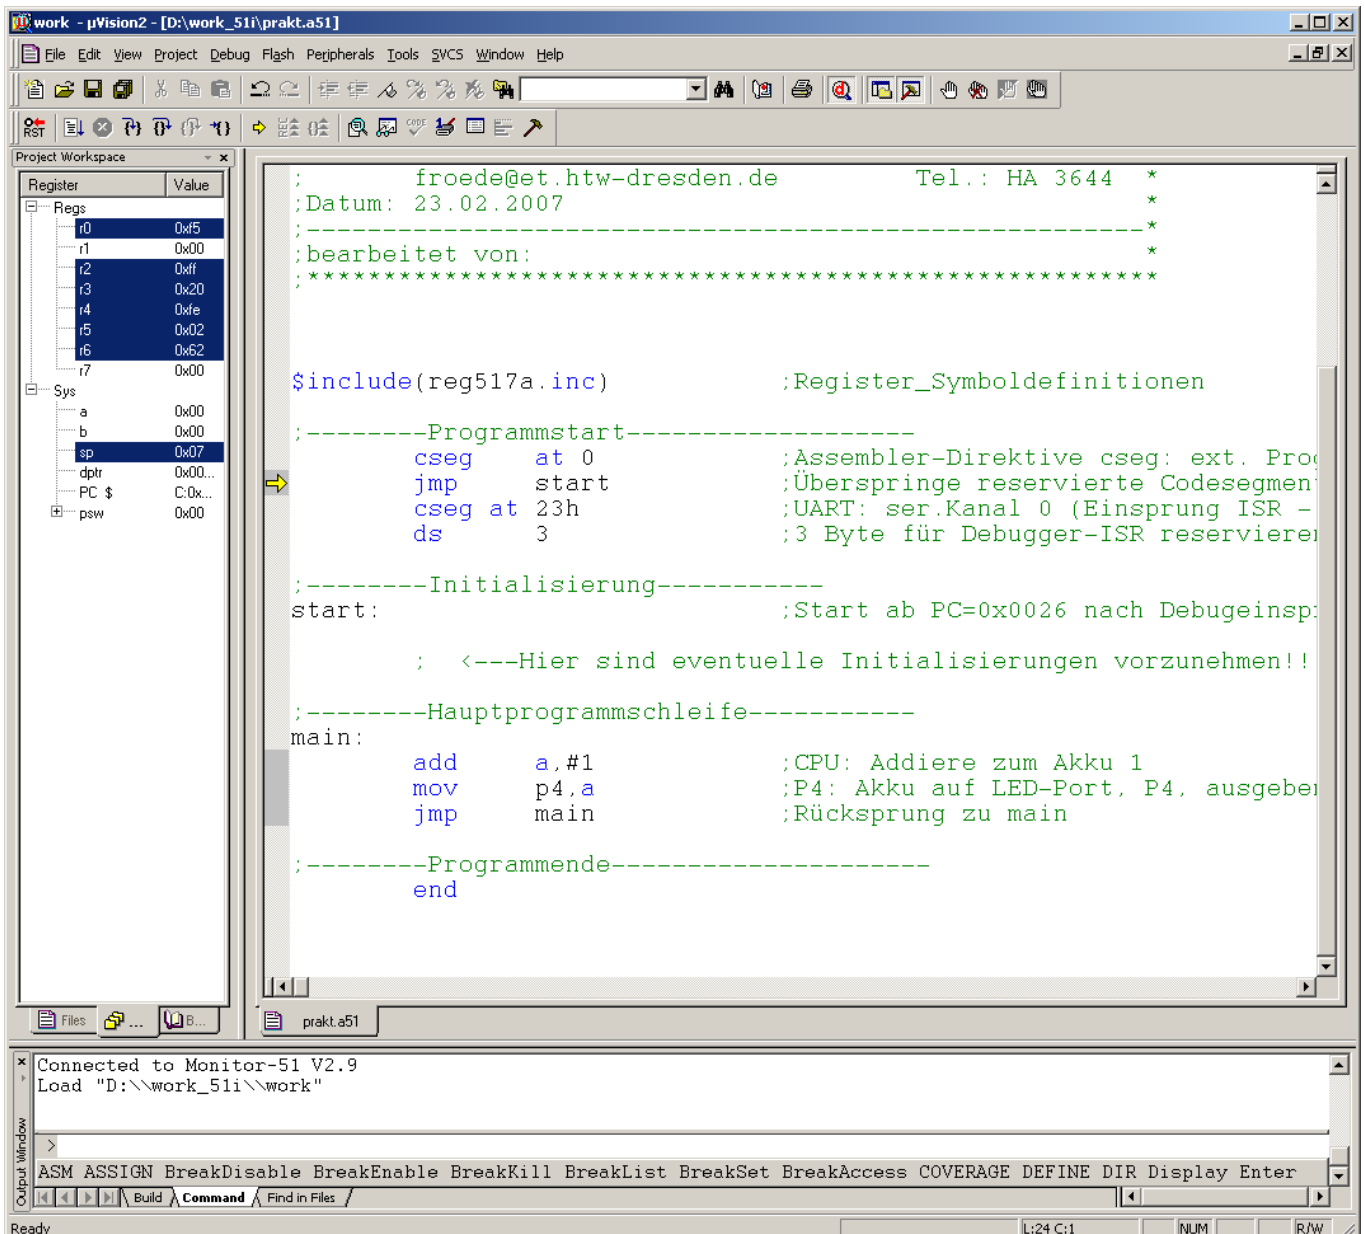

Bild 6 IDE nach dem Wechsel in den Debug-Modus
Nun soll der Editiermodus der IDE verlassen und der Debug-Modus aufgerufen werden. Drücken Sie dazu nach einem fehlerfreien Übersetzungslauf die Tastenkombination [Strg]+[F5] oder wählen Sie den Menüeintrag **Debug → Start/Stop Debug Session!** Im linken unteren Fensterrand wird nun für kurze Zeit ein blauer Fortschrittsbalken eingeblendet, der das Laden des Maschinencodes vom Host-PC in den Mikrokontroller widerspiegelt. Bild 6 zeigt, wie im Debug-Modus mit der Entwicklungsumgebung gearbeitet werden kann: Mit Taste [F5] bzw. dem Menüeintrag **Debug → Go** wird der Maschinencode ausgeführt und mit **Debug → Stop Running** wieder gestoppt. Während das Programm abläuft, leuchten zunächst alle LEDs scheinbar gleichzeitig. Eine Anzeigunterbrechung ist nicht zu erkennen.
35. Er zeigt immer die Befehlszeile an, die als nächstes ausgeführt wird. Im Project Workspace (linkes Fenster, Bild 6) werden nun die Registerinhalte dargestellt. Der aktuelle Inhalt des Akkumulators ist der hexadezimale Wert **00**.